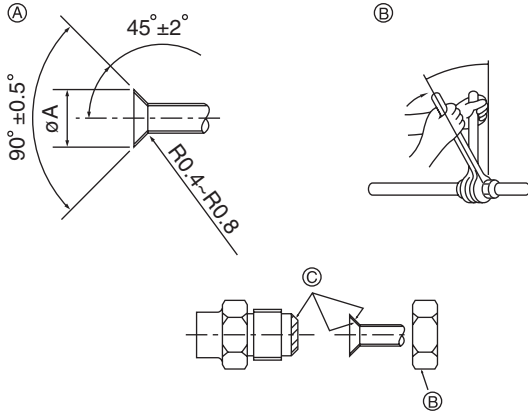

Fig. 4-1
4.1. Boruların bağlanması (Fig. 4-1)
① Geçme kesim ölçüleri